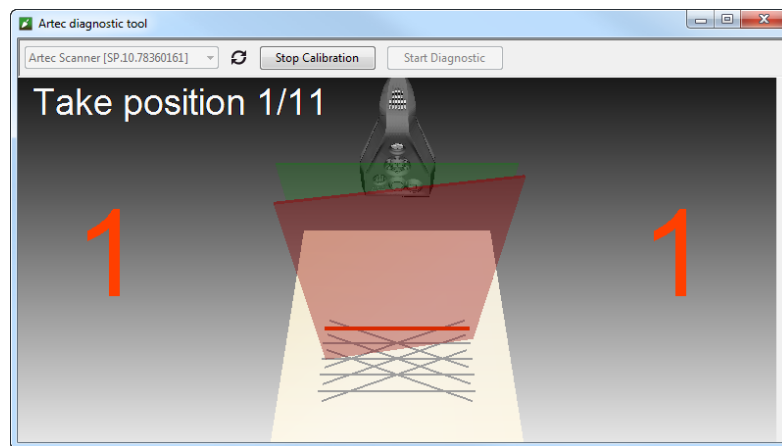

Рис. 11.11: Перемещение калибровочного стенда в положение № 1
7. Разместите калибровочный стенд в его исходной позиции на шаблоне таким образом, чтобы передний край основания стенда совпал с цветной линией №1 на шаблоне. В процессе совмещения следите за положением плоскостей в окне *3D вида*: красной (текущее положение) и зеленой (желаемое положение) – см. Рис. 11.11. Как только красная плоскость совпадет с зеленой, прекратите перемещение стенда и дождитесь, пока сканер снимет плоскость.